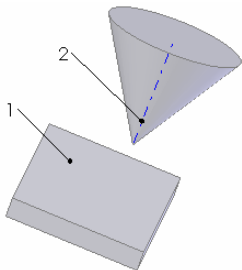
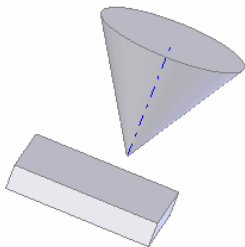

图 11-19 配合前的图形
图 11-20 配合后的图形
(3) 垂直。相互垂直的配合方式可以用在两零件的基准面与基准面、基准面与轴线、平面与平面、平面与轴线、轴线与轴线的配合。面与面之间的垂直配合，是指空间法向量的垂直，并不是指平面的垂直。如图 11-19 所示为配合前的两个零部件，利用前面介绍的配合操作步骤，在属性管理器中“配合选择”一栏中，选择如图 11-19 所示中的平面 1 和临时轴 2，然后单击“标准配合”一栏中的“垂直”按钮图标 ，单击属性管理器中的“确定”按钮图标 ，将平面 1 和临时轴 2 添加为“垂直”配合关系。结果如图 11-20 所示。
(4) 相切。配合方式可以用在两零件的圆弧面与圆弧面、圆弧面与平面、圆弧面与圆柱面、圆柱面与圆柱面、圆柱面与平面之间的配合。